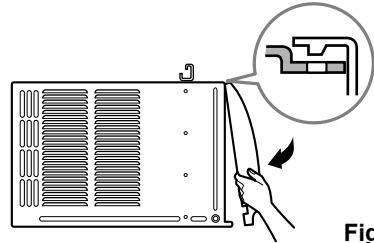

Fig. 10
- 13 Fixez la grille avant au boîtier en en insérant les languettes de la grille dans les encoches situées à l'avant du boîtier. Poussez la grille jusqu'à ce que vous l'entendiez cliquer en place. (Voyez la fig.10)